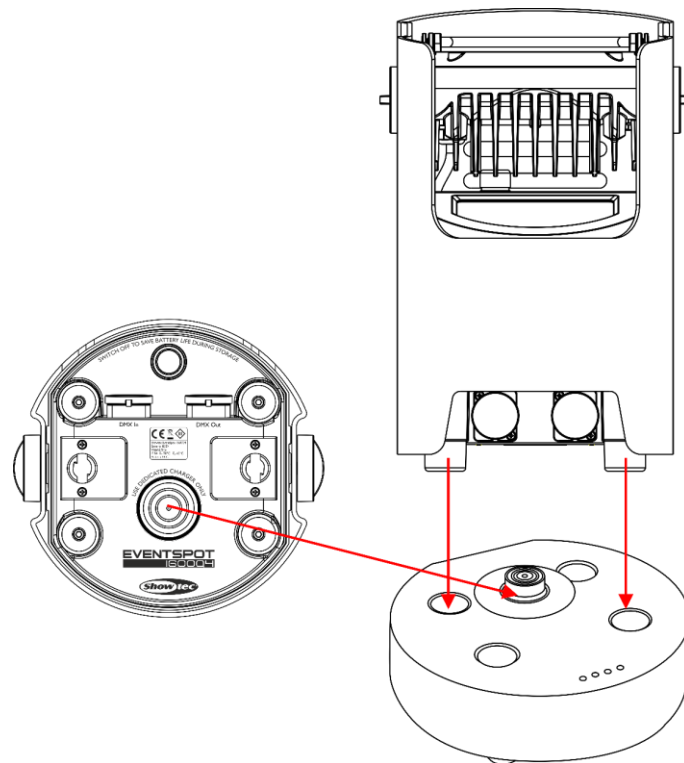

Abb. 04
- 03) Schließen Sie den EventSpot an das Ladegerät an (Abb. 04).
- 04) Stellen Sie sicher, dass der Akkuanschluss am EventSpot mit dem Anschluss am Ladegerät übereinstimmt (Abb. 04).